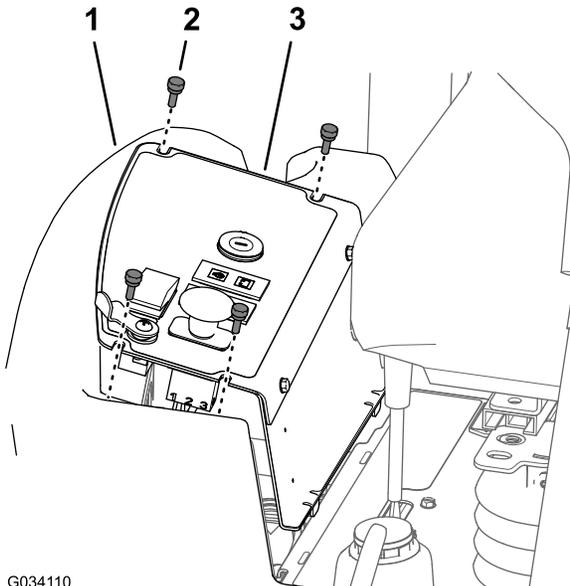

Figura 57
1. Retire os 4 parafusos que fixam a placa de controlo ao depósito de combustível (Figura 57).
2. Levante a placa do painel de controlo (Figura 57).
3. Alinhe as ranhuras no topo da placa do painel de controlo com os orifícios na flange do depósito de combustível (Figura 57).
4. Monte a placa do painel de controlo na flange do depósito de combustível com os quatro parafusos manuais (Figura 57) que removeu no passo 1 de Remover a placa do painel de controlo \(página 48\).